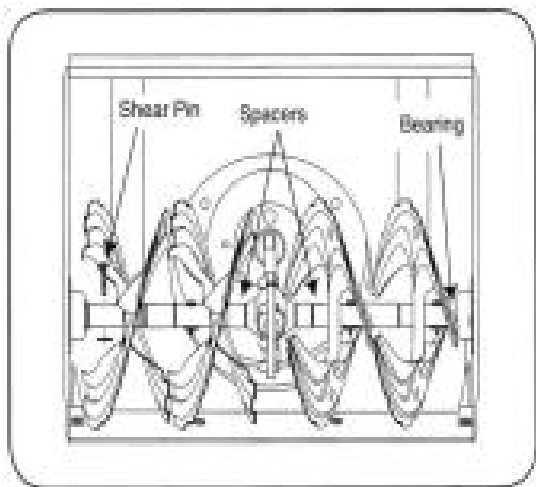

Bild 26
- Matarsnäckan sitter fast på den spiralformade axeln med två säkerhetsstift och saxsprintar. Om matarsnäckan skulle träffa ett främmande föremål eller stora bitar snö, så är snöslungan utformad så att stiften ska kunna förskjuta dessa. Se bild 26 på nästa sida.